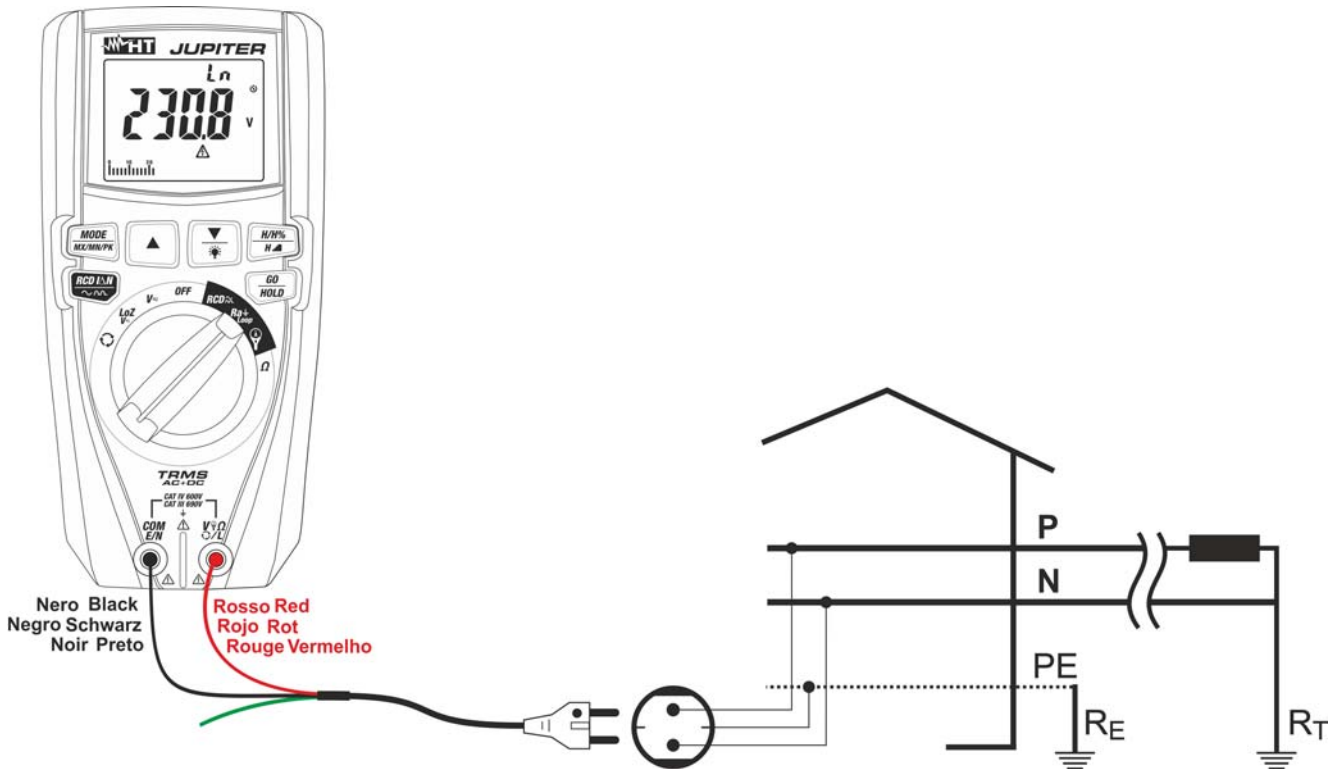

Fig. 25: Uso del instrumento para medida impedancia Bucle L-N con cable con toma Schuko
7. **Para la medida de Bucle L-N en caso de uso del cable con toma shuko** inserte el conductor rojo en el terminal de entrada **V $\Omega$ L** y el conductor negro en el terminal de entrada **COM/E/N** y conecte el instrumento a la instalación en examen (ver Fig. 25). El valor de la tensión Fase-Neutro se muestra en pantalla